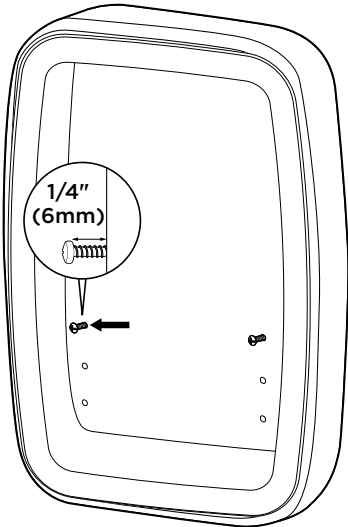

Fig. 4
- Use los orificios de montaje para marcar y preperforar para los tornillos de montaje. Atornille los dos tornillos superiores. Asegúrese de dejar aprox. 1/4" (6mm) de rosca expuesta para colgar la unidad principal. **Fig. 4**